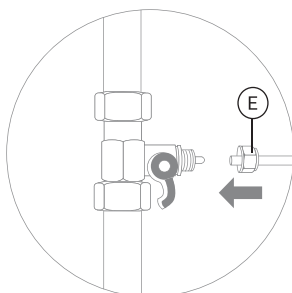
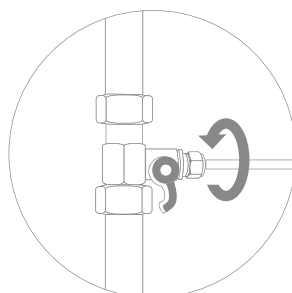

Рис. 4
Рис. 5
2. В гайку (Е) проденьте зеленую трубку из комплекта поставки (рис. 4). Конец трубки наденьте на штуцер адаптер-вентиль до упора и плотно накрутите гайку (рис. 5).